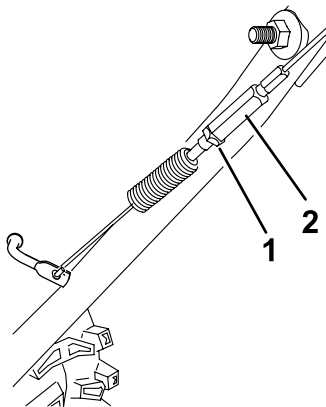

Bild 29
5. Lösen Sie die Klemmmutter (**Bild 29**).
6. Lösen oder ziehen Sie die Spannschraube an, um die Kabelspannung einzustellen (**Bild 29**).